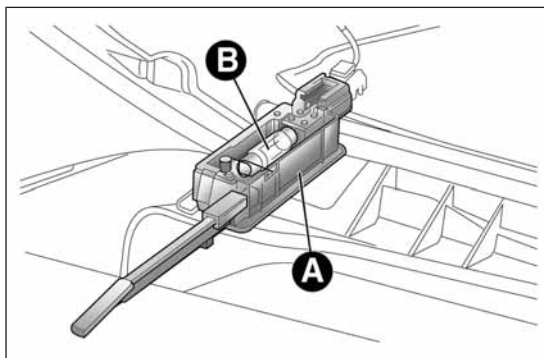

fig. 147
- ☐ abrir la guantera y extraer el plafón A fig. 147;